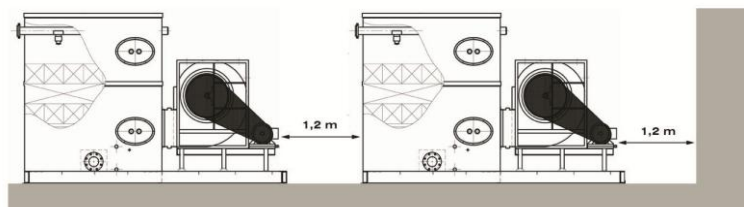

Fig. 5
- d) Pour des raisons de fonctionnement et d'entretien, on doit garder, au minimum, une distance de 1,2 mètres entre la tour et les murs autour ou entre les tours elles-mêmes (figure 5).